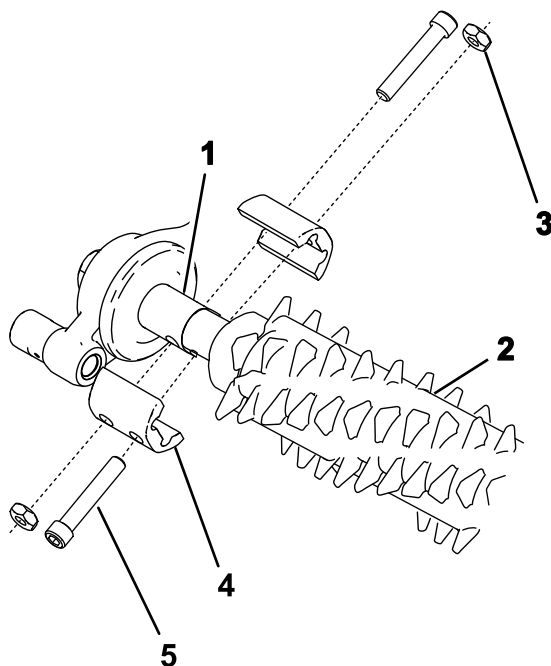

Figura 16
2. Alinhe o conjunto do rastelo com os tubos do veio da transmissão da caixa de transmissão do rastelo e o conjunto do rolete (**Figura 16**).
3. Fixe o rastelo na máquina como mostra na **Figura 16** e aperte os parafusos.